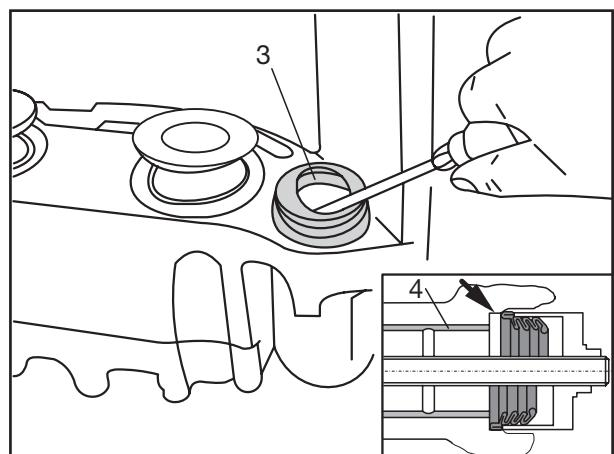

Fig. 2
Der Dichtsitz des Faltenbalgs im Bremsattel darf nicht beschädigt werden (Fig. 2 Pfeil).
The seal seat of the bellow in the brake caliper must not be damaged (Fig. 2/arrow).
Eviter d'endommager le plan de joint du soufflet dans l'étrier de frein (Fig. 2/ flèche).
- [11] Messingbuchse (Fig. 2/4) mit Renolit HLT2 nachfetten.
- [12] Führungsholm (1) einbauen.
- [13] Faltenbalg (2) in die Nut am Führungsholm (Pfeil) einsetzen.
- [14] Durch Aufschieben des Ringes (3) den Faltenbalg in der Nut der Führungsbuchse sichern.